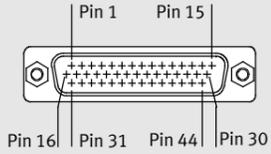

Bild 2:
I bild 2 visas till exempel adressbeläggningen för VTUB-12-M ventilterminal med 8 ventilplatser (vy från ovan).
- I bild 2 visas ventilernas adressstilldelning: